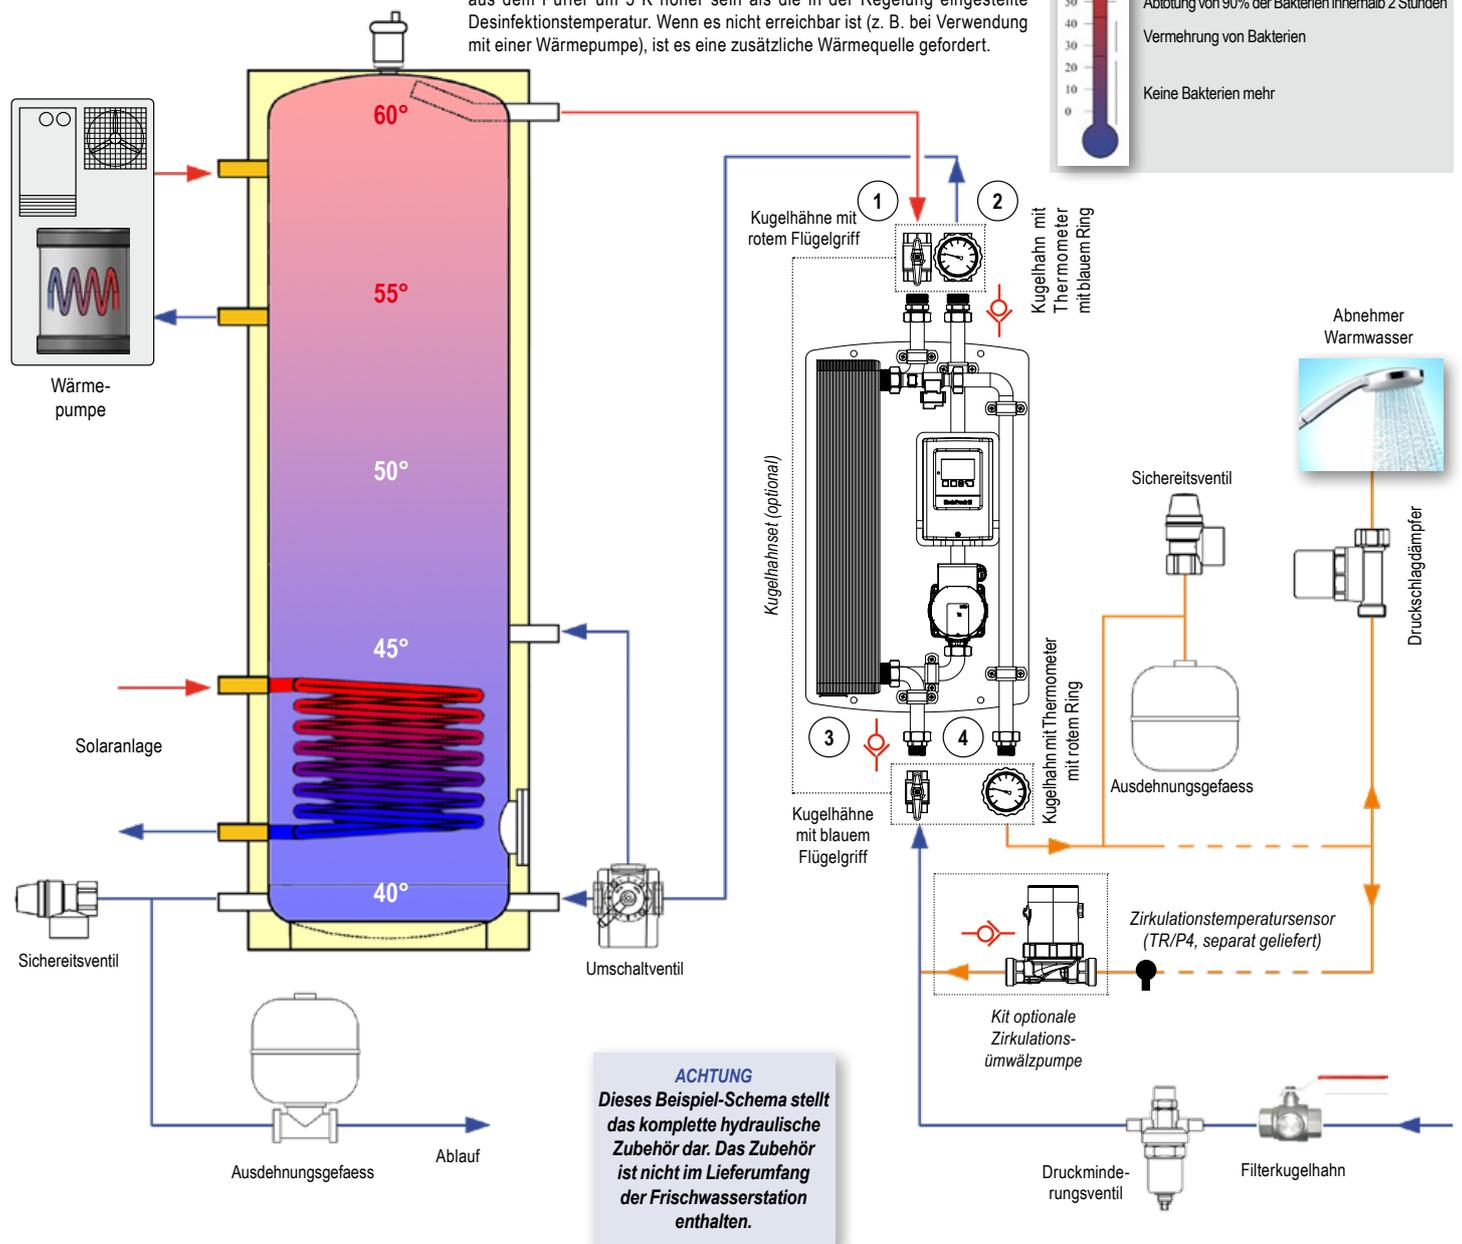

Abb.1: Anlageschema der Frischwasserstation ModvFresh 2 PDC
- ✓ Den Ventilsatz (optional) montieren laut Darstellung bei *Abb. 1*;
- ✓ Wenn der Zirkulationsset (optional) vorhanden ist, installieren Sie die Umwälzpumpe und den Zirkulationstemperaturfühler (TR/P4, separat geliefert) an der in *Abb. 1* gezeigten Position; Informationen zu den elektrischen Anschlüssen finden Sie auf der entsprechenden Seite dieses Handbuchs.